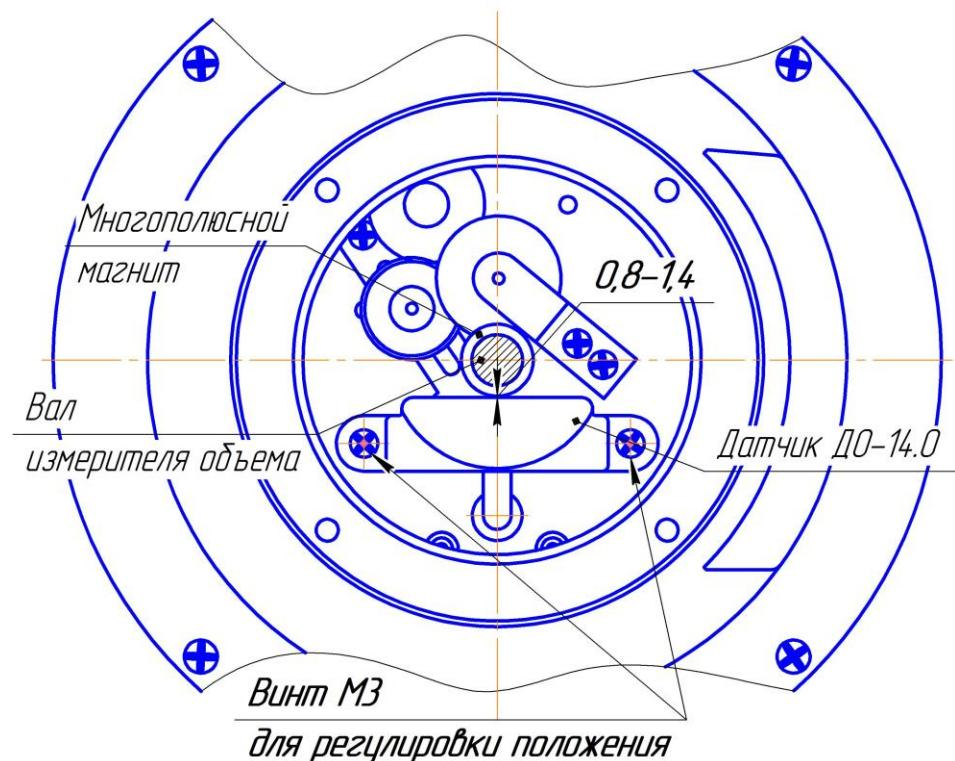

Рисунок 4 – Регулировка положения датчика в отсчетным устройстве.
9) Для надежной работы зазор между многополюсным магнитом и корпусом датчика должен находиться в пределах **0,8-1,4** мм. При необходимости произвести регулировку зазора можно с помощью винтов М3 (рисунок 4).